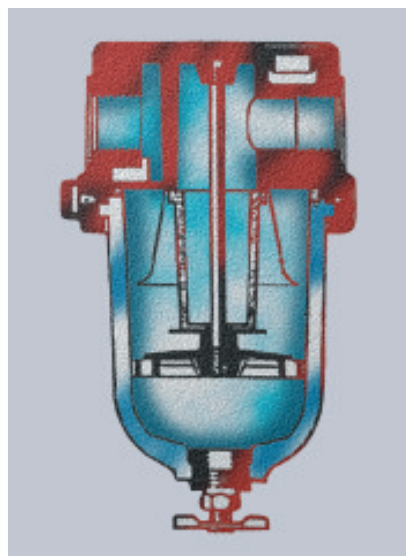

Fig. 2: Scaricatore a galleggiante
a) Scaricatore a galleggiante (fig. 2)